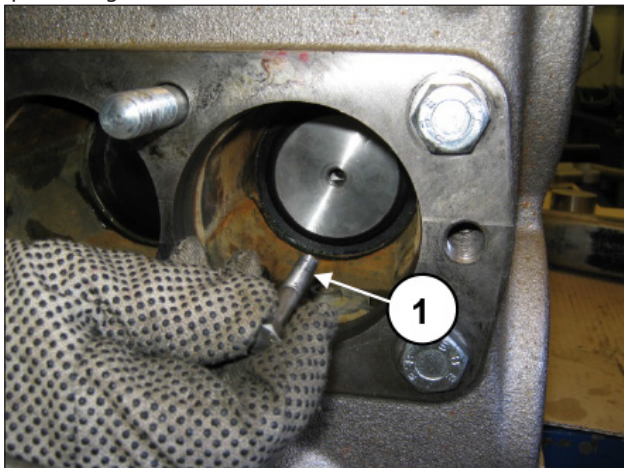

Fig. 126
Solte o parafuso M8, que fixa o grupo do pistão e o retire junto com o casquilho de fix. do vedante (pos. ①, Fig. 126).